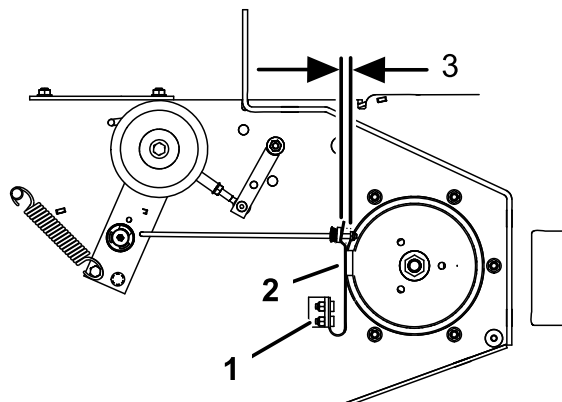

Figura 19
3. Si es necesario, ajuste los pernos de montaje del muelle hasta que la pastilla de freno de la cuchilla roce contra ambos lados de la ranura de la polea (Figura 19).
4. Ajuste la tuerca del extremo de la varilla de freno de la cuchilla hasta que quede un espacio de 3-5 mm entre la tuerca y el espaciador (Figura 19).